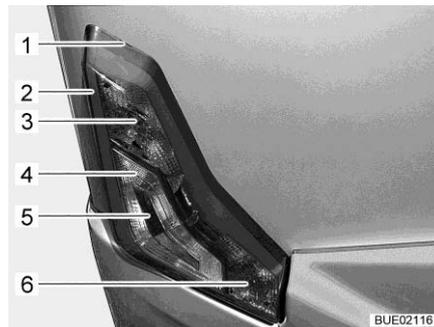

Fig. 163 Eclairage arrière
- Introduire un outil plat dans l'encoche (Fig. 163,1) et soulever le boîtier avec précaution.